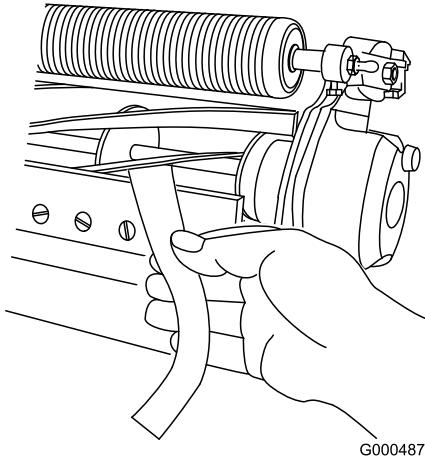

Figura 17
3. Testate le performance di taglio inserendo una lunga striscia di carta per le performance di taglio (n. cat. Toro 125-5610) tra il cilindro e la controllama, perpendicolarmente alla controllama (Figura 17). **Lentamente** ruotate il cilindro in avanti; dovrebbe tagliare la carta.